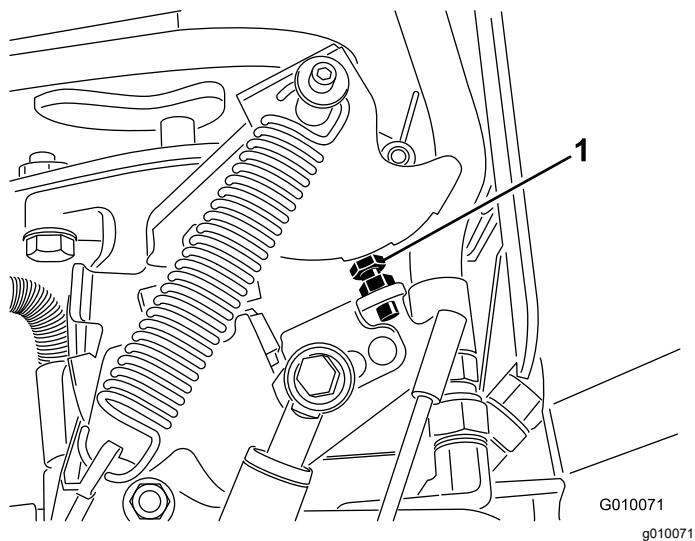

図 70
6. 調整する場合ポンプのストップボルト 図 70 をストッププレートに近づけると穴あけ間隔が小さくなり、遠ざけると間隔が大きくなる。